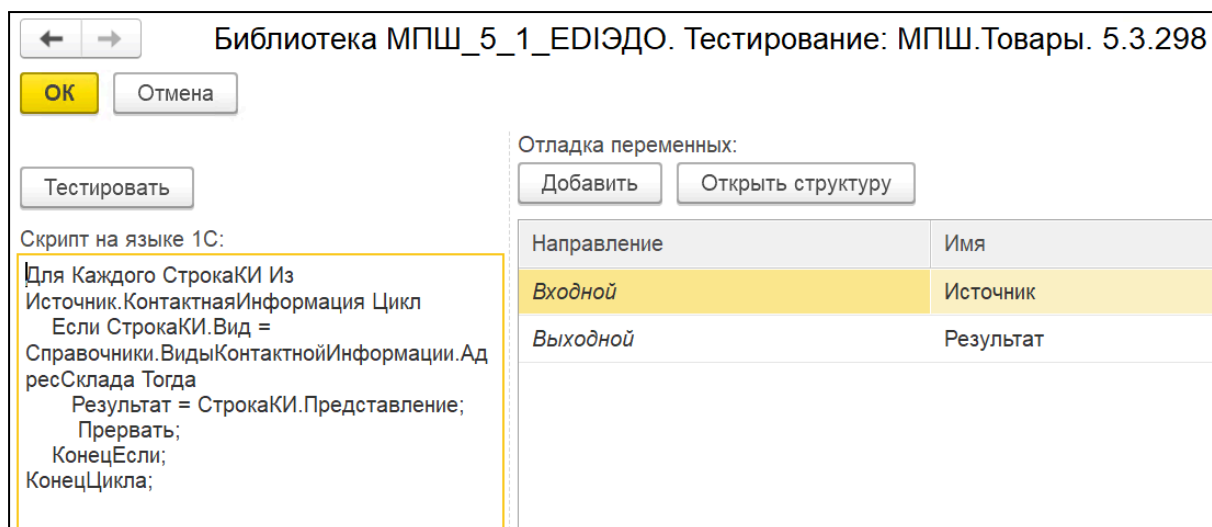

Рис. 28. Пример скрипта для поля «ПунктПодачиТС/Адрес/АдресСтрокой»
4. В поле «Скрипт на языке 1С» введите код (рис. 28). Пример скрипта: